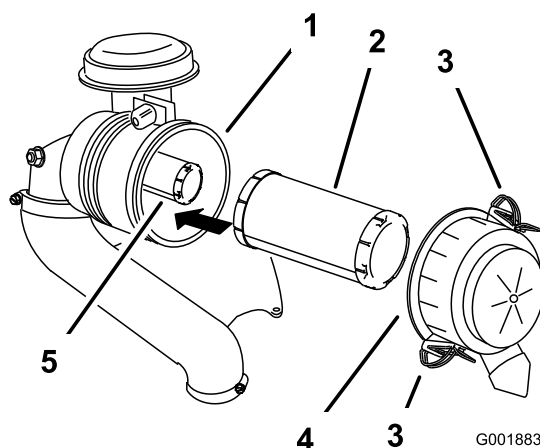

Figure 43
6. Ouvrez les dispositifs de verrouillage du filtre à air et détachez le couvercle du boîtier du filtre (Figure 43).
8. Sortez le préfiltre du boîtier du filtre avec précaution (Figure 43).
2. Si vous remplacez l'élément intérieur, insérez-le avec précaution dans le boîtier du filtre (Figure 43).
3. Placez ensuite le préfiltre sur l'élément de sécurité avec le même soin (Figure 43).
4. Remettez en place et verrouillez le couvercle du filtre à air (Figure 43).